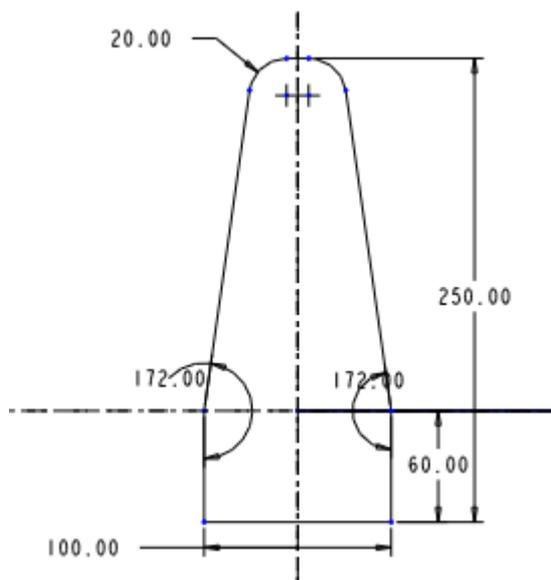

图 49-4
- (4) 单击【完成】选项，进入草绘工作环境。
- (5) 绘制如图 49-4 所示的扫描截面。